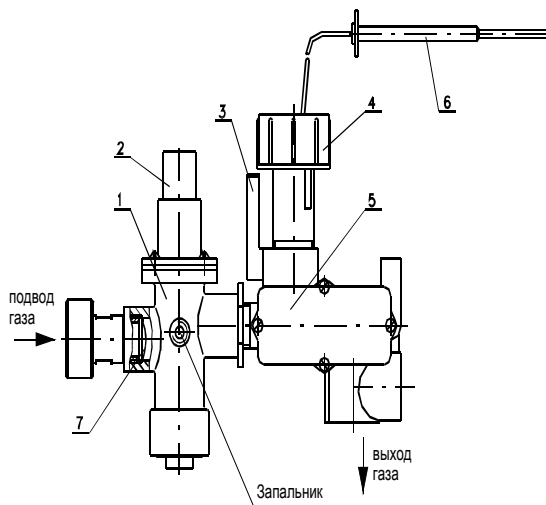
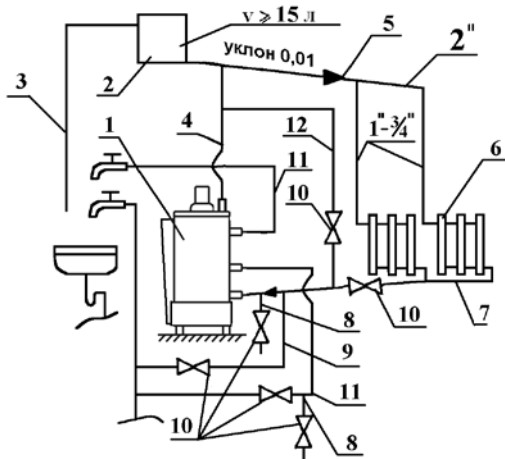

Рис. 2 Автоматика аппарата
Рис.4 Схема системы отопления и горячего водоснабжения
4.2. Автоматика аппарата (Рис.2) состоит из клапана газового магнитного 1 (Рис.2), терморегулятора 5 (Рис.2), сильфона - термобаллона 6 (Рис.2) и служит для подачи газа к запальнику и горелке и автоматического отключения подачи газа при:
4.4. Терморегулятор 5 (Рис.2) предназначен для регулирования температуры воды в баке и состоит из узла «сильфон - термобаллон» 6 (Рис.2), установленного внутри бака аппарата, системы рычагов и клапана, расположенных в корпусе терморегулятора. На корпусе закреплена ручка регулировочная 4 (Рис.2), вращая которую относительно стрелки 3 (Рис.2) можно настраивать терморегулятор на температуру воды от 50°C до 90°C . Эта перемена температуры вызывается перемещением сильфона вверх (вниз) при вращении ручки регулировочной и его воздействием на рычажный механизм.
- нажимать кнопку пусковую 2 (Рис.2) и вращать ручку регулировочную температуры нагрева воды 4 (Рис.2) без надобности;
- настраивать ручку регулировочную 4 (Рис.2) на температуру выше 90 °;
6.11. Заполните трубу для установки сильфона - термобаллона 6 (Рис.2) машинным или автомобильным маслом (объем заливаемого масла ~ 6 см³).
6.13. Заполните систему отопления водой. Контроль заполнения системы отопления осуществляется по трубе сигнальной 3 (Рис.4). Категорически запрещается установка запорной арматуры на стояке, идущем от аппарата. В целях исключения нарушения прочности и плотности аппарата при заполнении и подпитке системы отопления не допускать превышения давления перед аппаратом более 150 кПа (1,5 кг/см²).
6.19. При работе аппарата в летнее время только на ГВС, после прекращения забора горячей воды выключите основную горелку, повернув ручку регулировочную 4 (Рис.2) в положение "0" (Выключено).
6.21. При длительном отборе горячей воды рекомендуем: для повышения температуры и объема горячей воды предварительно установить ручку регулировочную 4 (Рис.2) на температуру 80 °С ÷ 85 °С и закрыть вентиль 10 (Рис.4) на магистрали обратной воды 7 в системе отопления. После окончания забора горячей воды открыть вентиль 10 на магистрали обратной воды 7 для восстановления циркуляции воды в системе отопления и установить ручку регулировочную 4 (Рис.2) на требуемую температуру.
6.22. На летний период закрыть вентиль 10 (Рис.4) на магистрали 7 обратной воды и открыть вентиль 10 на магистрали 12. На осенне-зимний
6.23. При работе аппарата в летнее время только на горячее водоснабжение с постоянным длительным забором (ванна, душ), с расходом 5,4 л/минуту (АКГВ-17,4-3 Универсал), 7,1 л/минуту (АКГВ-23,2-3 Универсал), 8,9 л/минуту (АКГВ-29-3 Универсал), для получения стабильной ее температуры (не ниже 45 °С) необходимо устанавливать ручку регулировочную 4 (Рис.2) на температуру 80 °С÷85 °С и при ее достижении включить забор воды. Не более чем через 10 минут после включения забора воды аппарат выходит на стабильный режим работы и выдает воду с температурой не ниже 45 °С.
8.4. В случае прекращения работы аппарата в зимнее время на продолжительный срок (свыше суток) полностью слейте воду из системы отопления и системы горячего водоснабжения через вентили 10 сливных магистралей 8 (Рис.4) во избежание ее замерзания.